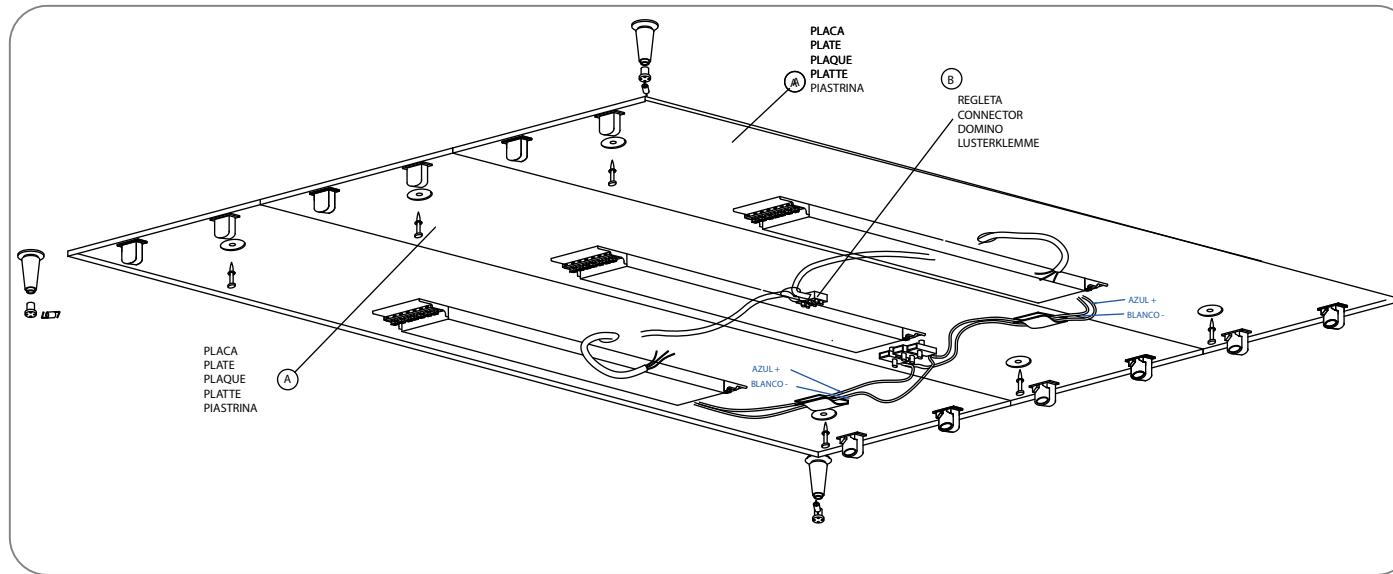

Fig.2
3. Colocar los conos C mediante tacos y tirafondos, como indica la fig 2 y RESPETANDO las medidas que indica la fig 3. NOTA: Utilizar la plantilla para el cálculo de las distancias de los conos, teniendo cuidado de hacer bien tope en el borde de la placa (fig 3). Estas medidas son MUY IMPORTANTES para que la tela quede correctamente colocada.
3. Fix lampholders C using blocks and lag screws as per fig 2, CONSIDERING sizes as per fig 3. REMARK: Use the template in order to calculate right distances for lampholders. Be careful that an accurate plate stoppage is achieved as per fig 3. This sizes are VERY IMPORTANT to achieve a good cloth setting.
3. Die Lampensockel C mit Hilfe der Dübel und Schrauben nach den Abmessungen in Abbildung 2 unter BERÜCKSICHTIGUNG der in Abbildung 3 angegebenen Abmessungen anbringen. HINWEIS: Verwenden Sie die Schblone (wobel darauf zu anhängt ist), einen sauberen Anschlag am Platterang im Sinne der Abbildung 3 herzustellen! zur Berechnung des Abstandes zwischen den Lampensockeln. Diese Abmessungen sind sehr wichtig für das ordnungsgemäße Anbringen des Stoffes.
3. Collocare le bussole C mediante tasselli e tirafondo come da fig 2 OSSERVANDO le misure indicate in fig 3. NOTE: Utilizzare il modello (avendo cura di fare fondo sul bordo della piastrina, come da fig 3) per il calcolo delle distanze delle bussole. Tali misure sono MOLTO IMPORTANTI per la corretta collocazione della tela.
3. Mettre les douilles C à l'aide de chevilles et de tire-fonds fig 2 EN RESPETANT les mesures indiquées dans la fig 3. NOTE: Utiliser le gabarit pour le calcul des séparations des douilles (en prenant soin de bien la placer contre le bord de la plaque fig 3). Ces mesures sont TRES IMPORTANTES pour bien placer la toile.
3. Colocar los conos C mediante tacos y tirafondos, como indica la fig 2 y RESPECTANDO las medidas que indica la fig 3. NOTA: Utilizar la plantilla para el cálculo de las distancias de los conos, teniendo cuidado de hacer bien tope en el borde de la placa (fig 3). Estas medidas son MUY IMPORTANTES para que la tela quede correctamente colocada.
3. Fix lampholders C using blocks and lag screws as per fig 2, CONSIDERING sizes as per fig 3. REMARK: Use the template in order to calculate right distances for lampholders. Be careful that an accurate plate stoppage is achieved as per fig 3. These sizes are VERY IMPORTANT to achieve a good cloth setting.